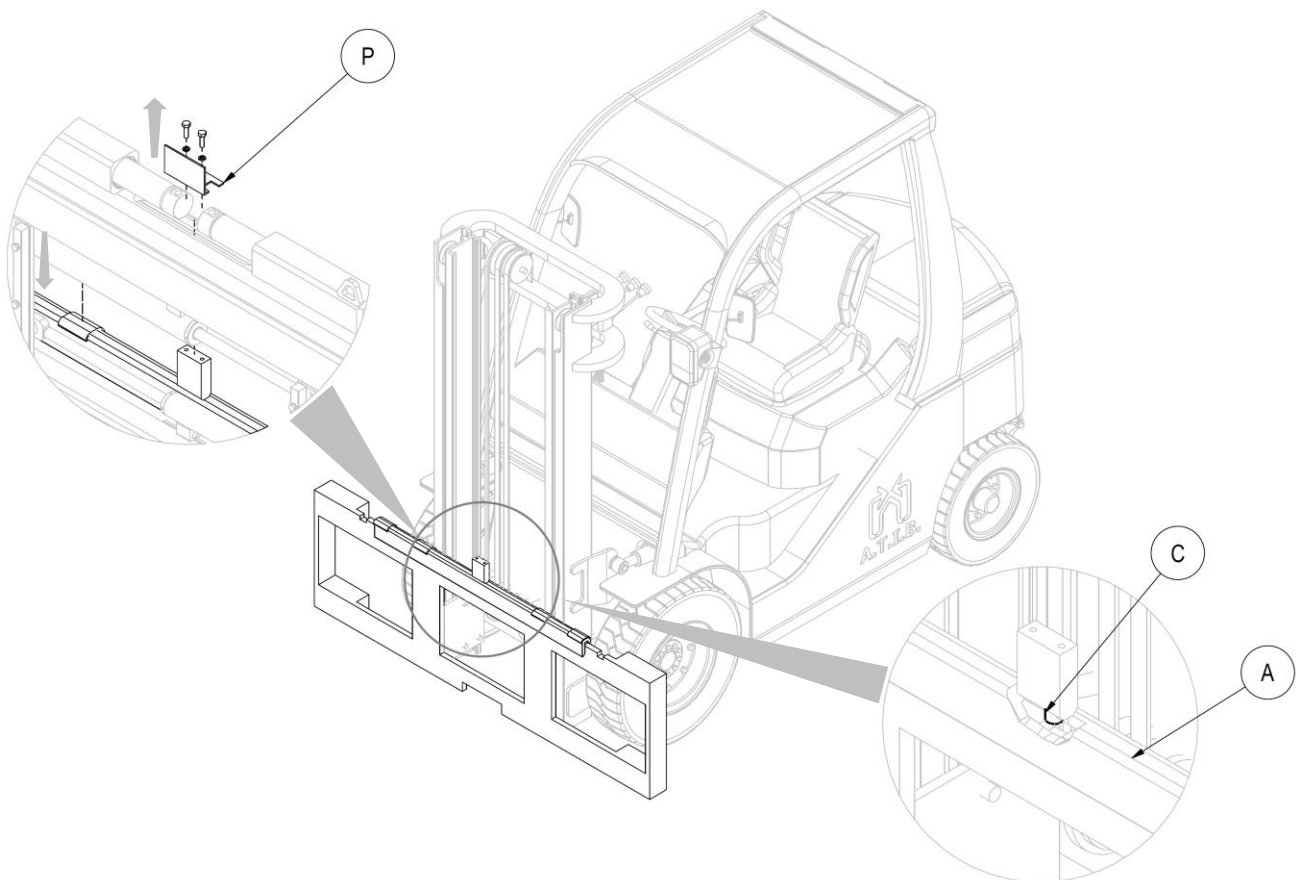

Figure 5
4. Saisir manuellement le double crochet **A** (avec les bagues de glissement), après avoir dévissé les vis de la « tôle pliée de protection » (**P**), et le positionner sur le profil supérieur du tablier porte-fourches, en veillant à emboîter le goujon de centrage **C** dans l'encoche centrale de celui-ci (voir *Figure 5*).